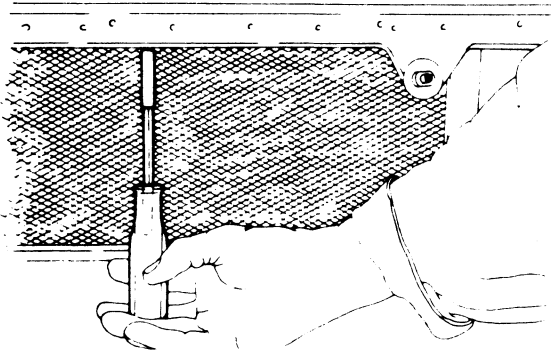
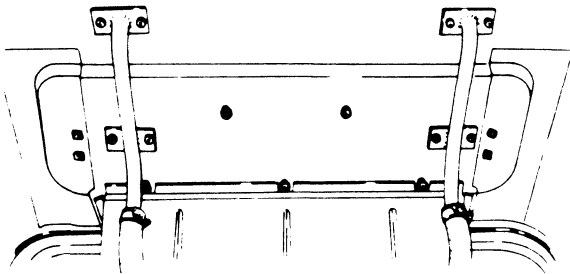

Fig. 6
Fig. 7
- Wil men de gehele kachelunit uitbouwen, dan moeten aan de onderzijde van de kabine 8 bouten worden los gemaakt. Drie ervan kan men losdraaien door aan de voorkant van de kabine het grillerooster naar beneden te klappen, de 3 bouten bevinden zich voor het rooster van de luchtinlaat van de kachel (Fig. 6). Voor de 5 andere bouten moet de kabine gekanteld worden (Fig. 7).